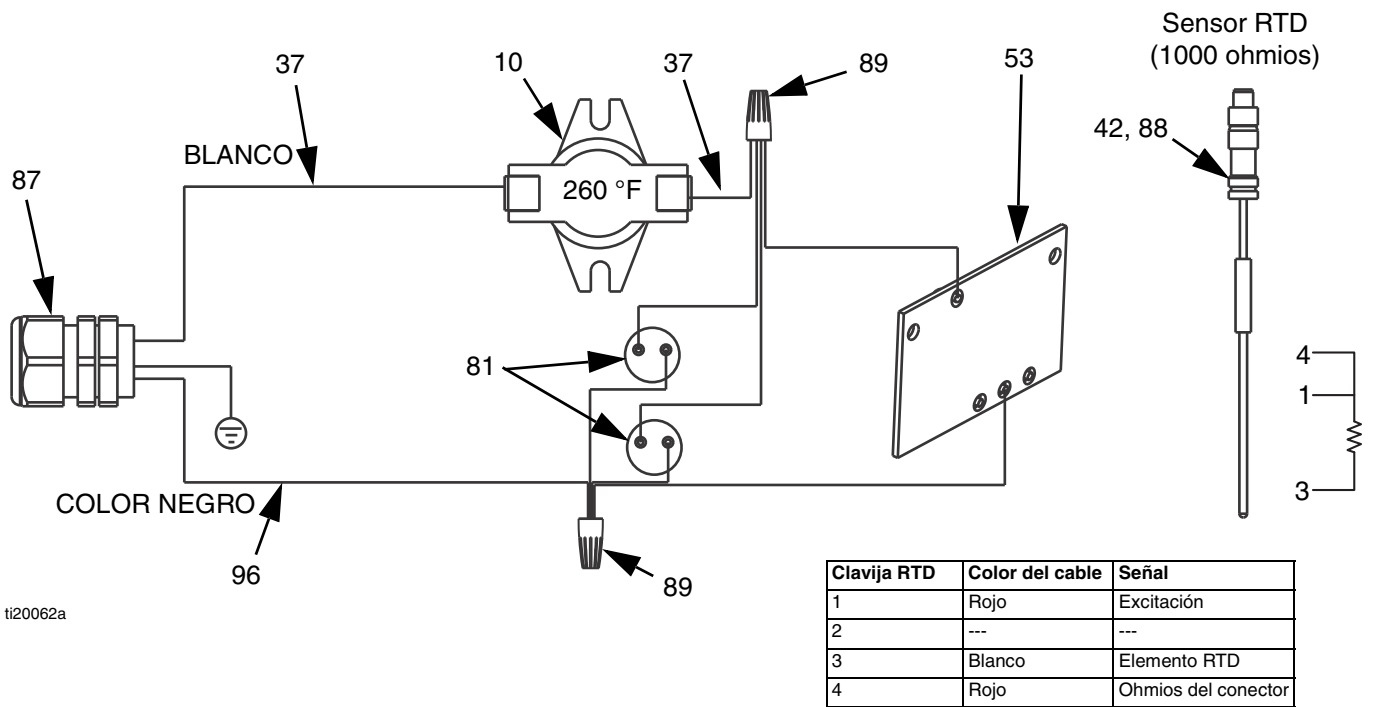
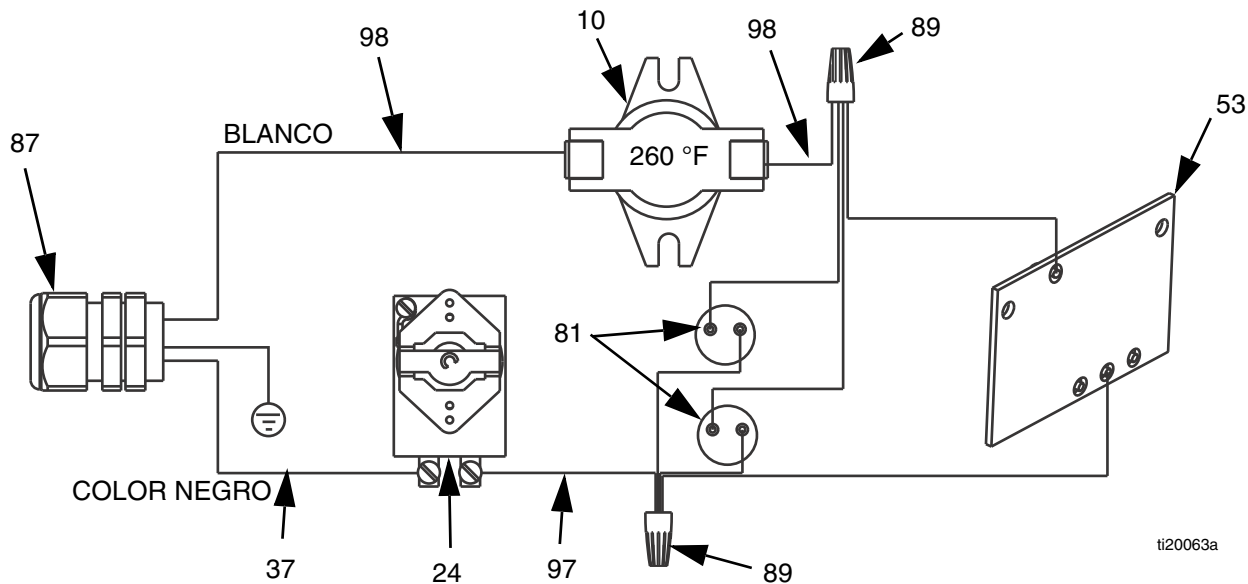

FIG. 8: Esquema eléctrico, calentador 262853 con RTD
FIG. 9: Esquema eléctrico, calentador 24P016 con termostato
- Consulte la FIG. 8 o la FIG. 9 para ver las conexiones del cableado.
- Asegúrese de que la junta (47) esté instalada y alineada con los orificios para tornillos del alojamiento eléctrico.
- Fije la cubierta (18) con tornillos (52). Apriete los tornillos a 89 in-lb (10 N•m).
4. Efectúe el procedimiento **Extracción del núcleo del calentador y desatasco de los conductos de fluido** en la página 19. Esto incluye la extracción del alojamiento de entrada (65).
5. Con el alojamiento de entrada retirado, quite 5 tornillos (52) y la cubierta (18).
6. Desconecte los cables de los cartuchos del calentador (81).
7. Retire el tapón de la tubería (95) y los muelles (31) de la parte inferior del núcleo (68).
9. Realice el cableado de los cartuchos nuevos según la FIG. 8 o la FIG. 9, página 15.